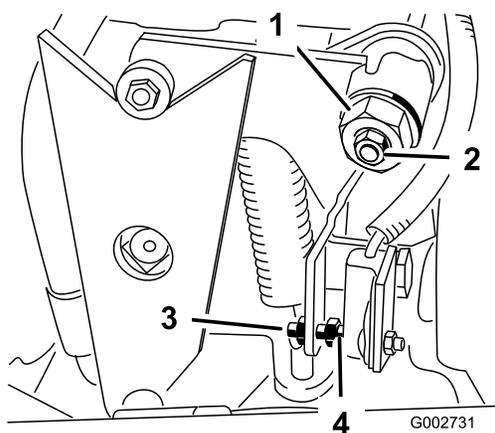

図 32
4. トラクション調整カムのロックナットをゆるめる (図 32)。
5. エンジンを始動し、カム (図 32) を左右に回してニュートラル位置の中心に合わせる。
3. ネジを回して、すき間を  $1.5 \pm 0.75$  mm に調整する (図 32)。